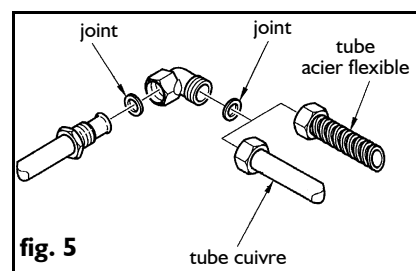

fig. 5
- Raccordez la table de cuisson au gaz à l'aide d'un tube de cuivre rigide de 12 mm de diamètre, conformément à la fig. 5. Pour assurer une bonne étanchéité, ajoutez le joint en élastomère fourni avec les accessoires de série.